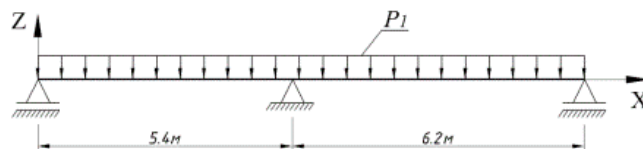

Рисунок 12 - Схема нагружения 2
- Загружение 2 - равномерно распределенная $P_1 = 0,3$ т/м (рисунок 12).